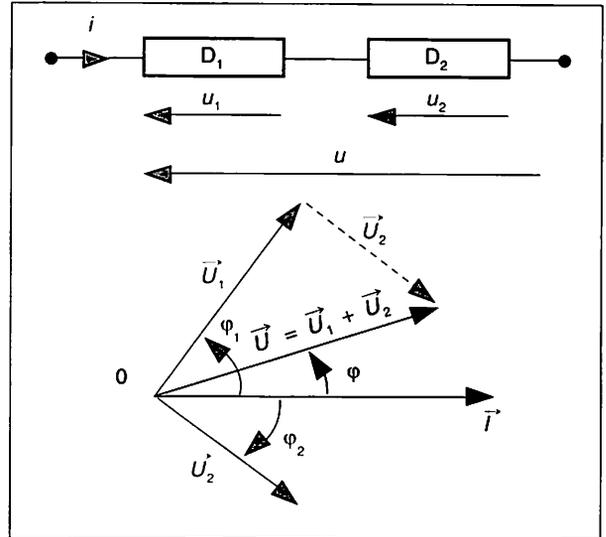

Fig. 6.06 : Groupement série.
Dans le schéma de la figure 6.06 :
– faire la somme des vecteurs, comme indiqué à la figure 6.06 dans le cas de deux dipôles.